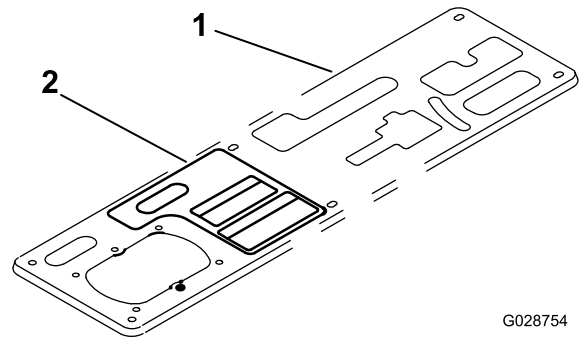

図 15
- 8. コンソールプレート表面をきれいに拭いてから、図 15 に示すように、PTOレバーの横に操作説明デカルを貼り付ける。